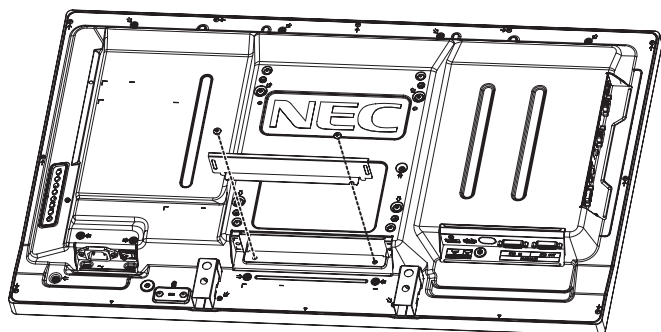

Figura 1
3. Rimuovere la copertura dello slot svitando le viti (Figura 1).